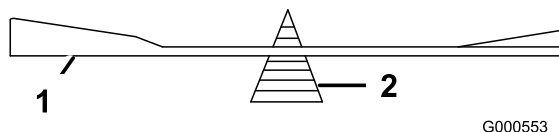

**Figure 46**
1. Au moyen d'une lime, aiguissez les tranchants aux deux extrémités de la lame (Figure 46).
**Remarque:** Si la lame est déséquilibrée, limez un peu l'extrémité de la partie relevée seulement (Figure 46).